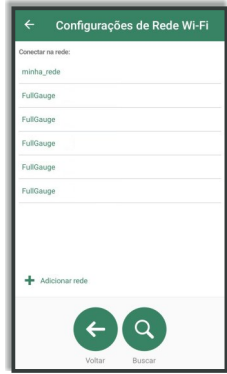

Figura 08
**Passo 3:** Na tela **Modo de Rede Wi-Fi** (Figura 08), é escolhido o modo de operação entre Wi-Fi Cliente ou Wi-Fi Access Point. Selecione a opção **Conectar em uma rede**.